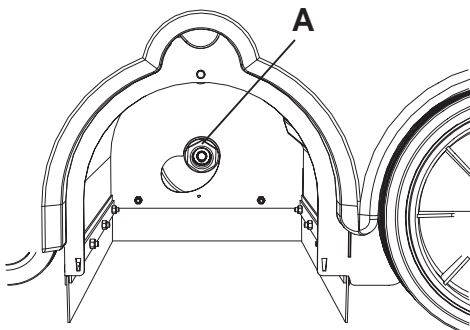
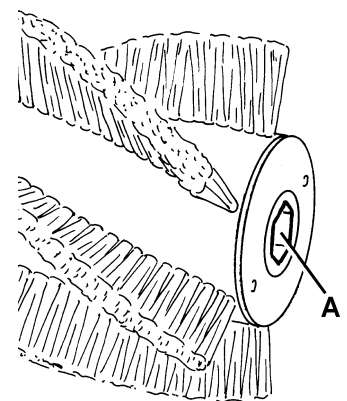

Figure 8
Figure 10
9. Contrôler que le moyeu entraîneur (A, Fig. 8) est propre et non obstrué par des objets (cordes, chiffons, etc.) enroulés accidentellement.
11. Installer le nouveau balai central dans la machine et s'assurer que sa prise (A, Fig. 10) s'insère dans le relatif moyeu entraîneur (A, Fig. 8).